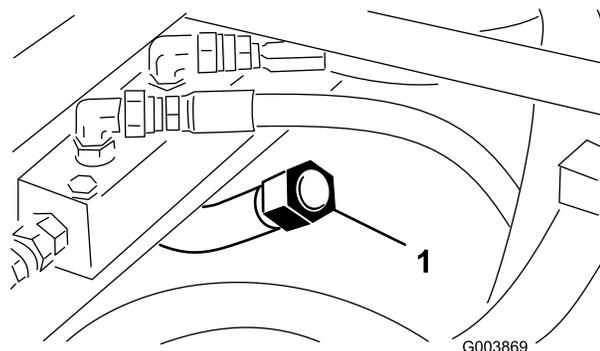

Figure 27
3. Dévissez le bouchon/jauge du goulot de remplissage (Figure 27) et essuyez la jauge avec un chiffon propre.